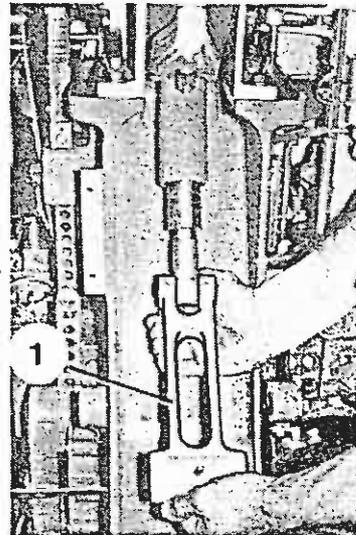

Bild 115
7. Kolben am Kolbenhebel (Bild 115/1) aus dem Zylinder herausziehen.